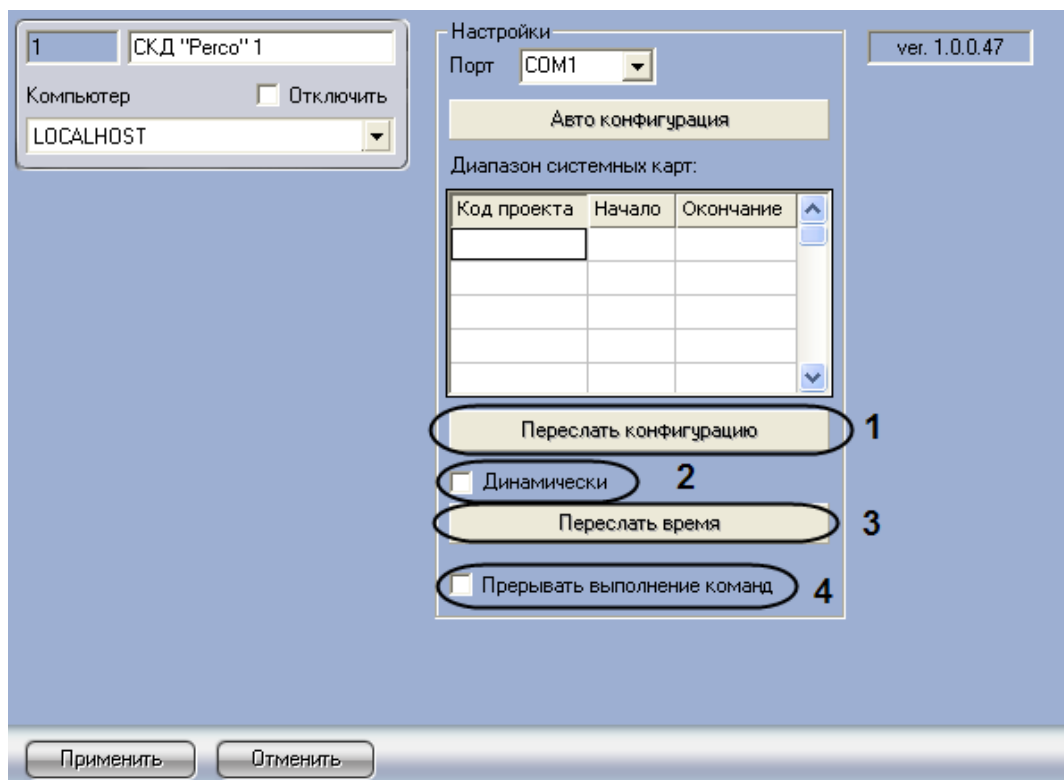

Рис. 3.4—1. Пересылка конфигурации на контроллеры СКД Perco
1. Перейти на панель настроек объекта **СКД Perco** (Рис. 3.4—1).
- Нажать кнопку **Переслать конфигурацию** (см. Рис. 3.4—1, 1) для пересылки в контроллеры СКД Perco информации о заданных в ПК ACFA Intellect параметрах конфигурации СКД Perco: данных о зарегистрированных в ПК ACFA Intellect уровнях доступа, временных зонах доступа, кодах карт доступа и пр.
- Если требуется при изменении конфигурации СКД Perco автоматически пересылать ее в контроллеры, необходимо установить флажок **Динамически** (см. Рис. 3.4—1, 2).
- Нажать кнопку **Переслать время** (см. Рис. 3.4—1, 3) для пересылки в контроллеры времени компьютера.
- Если необходимо прерывать выполнение команд при ошибках, установить флажок **Прерывать выполнение команд** (см. Рис. 3.4—1, 4).